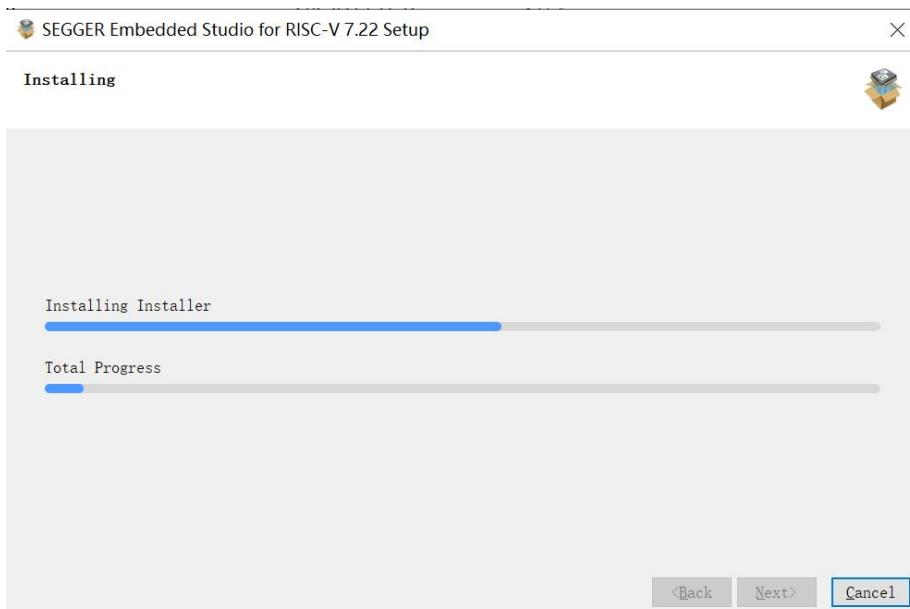

图 13：安装Segger Embedded Studio For RISC-V
3. 下载hpm_app_vx.x.x.zip压缩包后解压到当前文件夹，打开解压后的文件夹，把hpm_app文件夹整体拷贝到sdk_env_v1.4.0目录下，如图13所示：